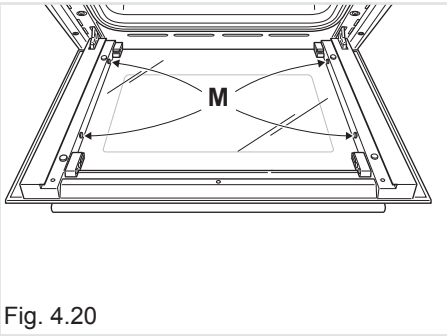

Fig. 4.20
- Verificare che i 4 distanziatori "M" siano nella loro posizione (fig. 4.20).